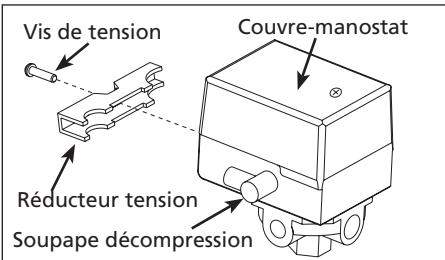

Figure 1
- Retirez la vis de tension et le réducteur de tension pour séparer complètement le jeu de cordons du corps du manostat (Voir Figure 1).